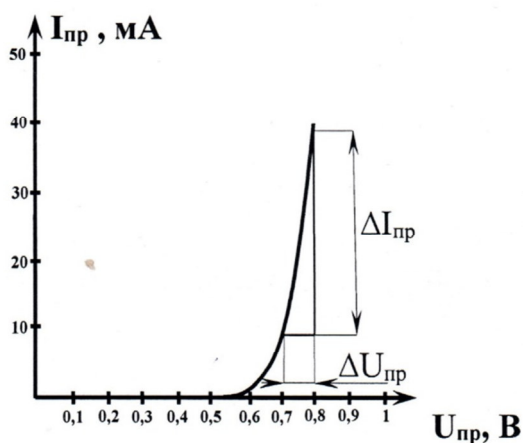

Рис. 4 ВАХ стабилитрона при прямом включении
2. На линейном участке прямой ветви ВАХ построить характеристические треугольники (см. рис. 4) и определите крутизну  $S$ , мА/В стабилитрона: